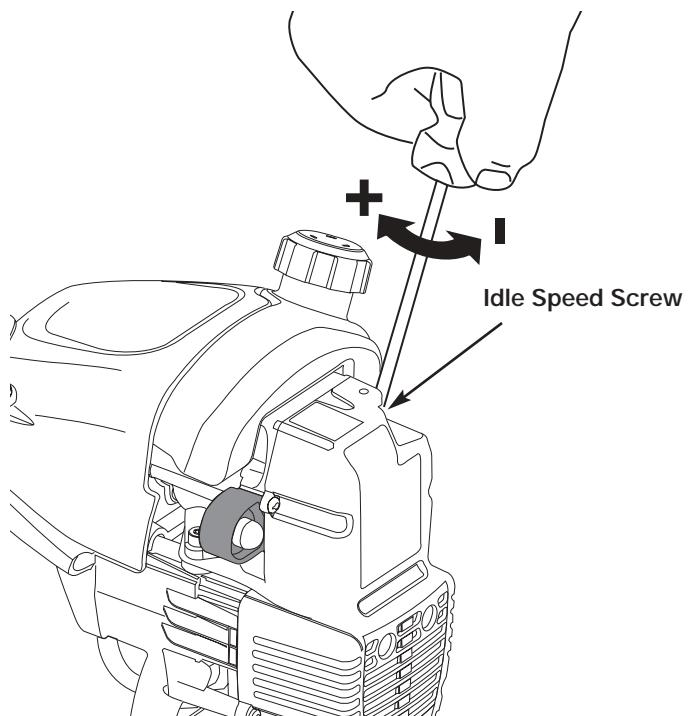

Fig. 30
Vous pouvez régler le ralenti du moteur à travers le couvercle du filtre à air/silencieux (Fig. 30).
2. Relâchez le levier d'accélérateur et laissez le moteur au ralenti. Si le moteur s'arrête, insérez un petit tournevis à embout cruciforme ou à tête plate dans le trou du couvercle du filtre à air/silencieux (Fig. 30). **Vissez** la vis de 1/8 de tour à la fois (selon le besoin), jusqu'à ce que le moteur tourne au ralenti.